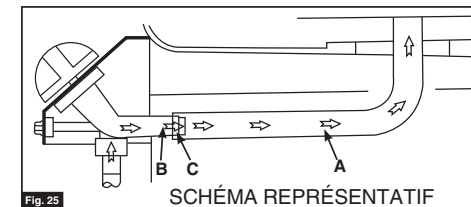

Fig. 25
- Vérifiez que le diffuseur des brûleurs [A] soit correctement positionné sur les sorties de valve [B]. L'orifice de la valve [C] doit être à l'intérieur du diffuseur. (Fig. 25)